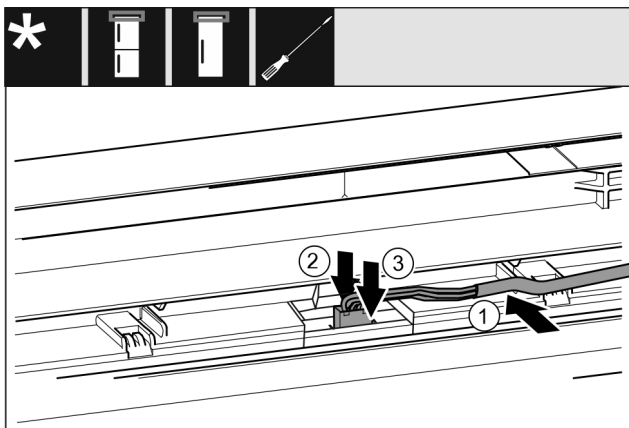

Fig. 44
- ▶ Ievietojiet pelēko kabeli vadotnē augšējās durvīs. Fig. 44 (1)
- ▶ Spiediet fiksācijas izcilni uz aizmuguri. Fig. 44 (2)
- ▶ Nofiksējiet spraudni. Fig. 44 (3)